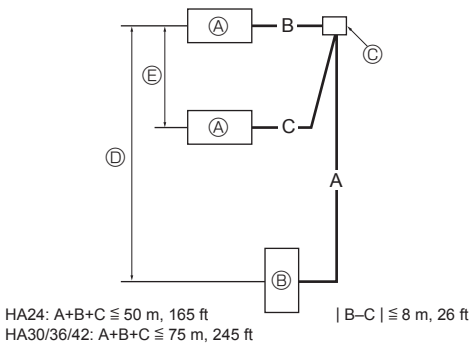

Fig. 4-8
- La limite de la longueur des tuyaux de réfrigérant ainsi que la différence de hauteur sont indiquées sur la figure. (Fig. 4-8)